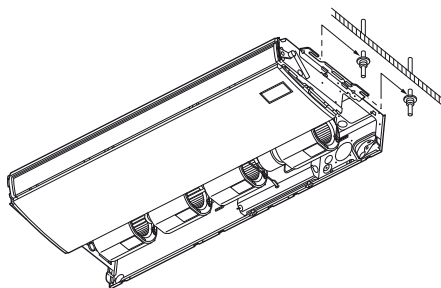

Fig. 3-14
b) Sollevare l'unità interna e posarla sulle rondelle attraverso le tacche, quindi fissarla in posizione. (Fig. 3-14)